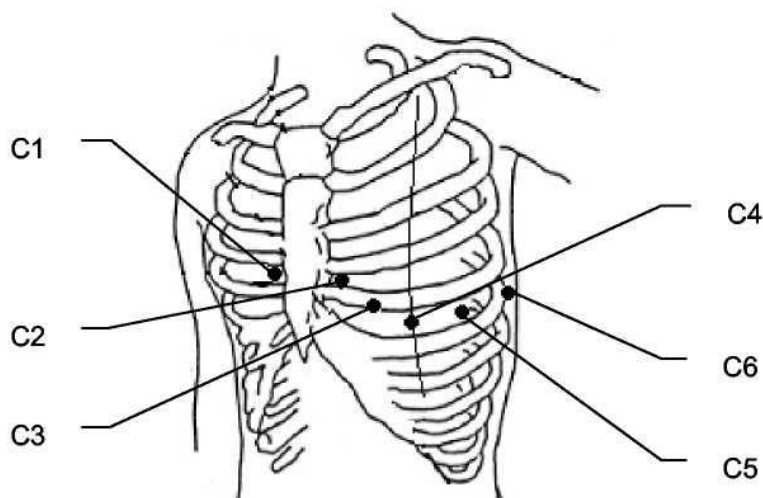

Рис. 4-6. Розміщення грудних електродів
- 6) По черзі встановіть електроди відповідно до рис. 4-6. Після установки електрода на шкіру стисніть і розтисніть грушу; тепер електрод зафіксований на шкірі.